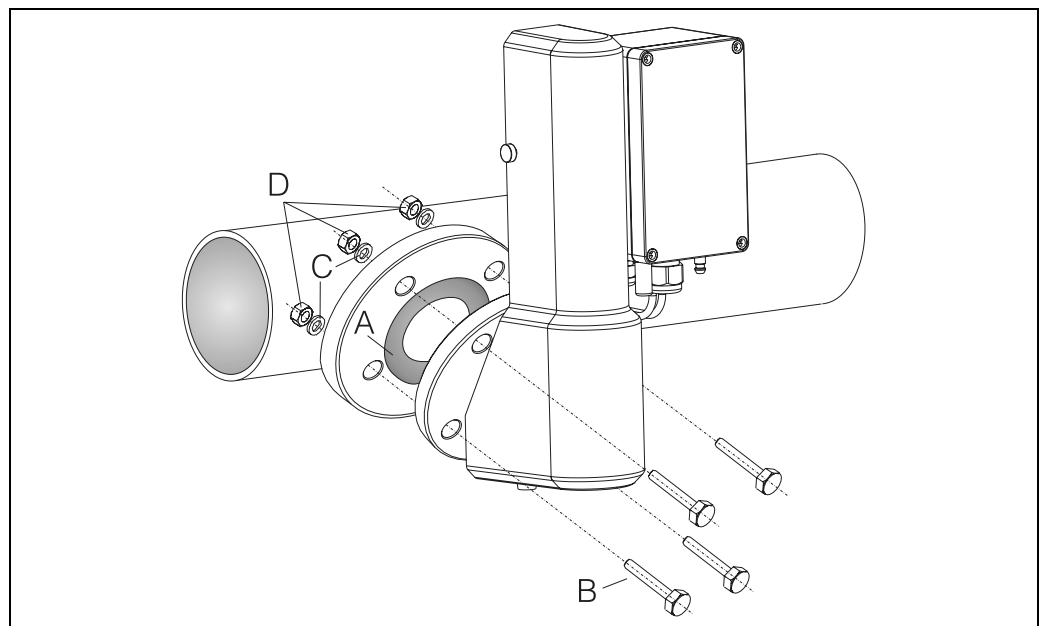

Abb. 4: Montage der ASP Inline Armatur am Probeentnahmeort
1. Legen Sie zuerst die Dichtungsscheibe (→ Abb. 4, Pos. A) zwischen die beiden Flansche ein.
2. Verschrauben Sie anschließend die Armatur wie in → Abb. 4 dargestellt.